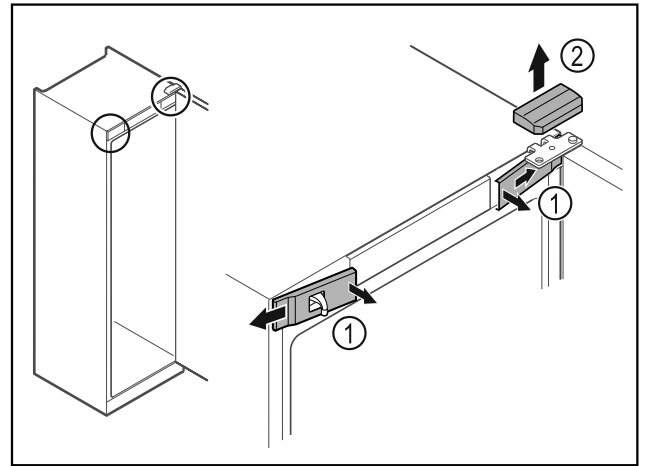

Fig. 10
- ▶ Звільніть передні кришки Fig. 10 (1) всередині від фіксатора та поверніть убік.
- ▶ Зніміть верхню кришку Fig. 10 (2) вгору.